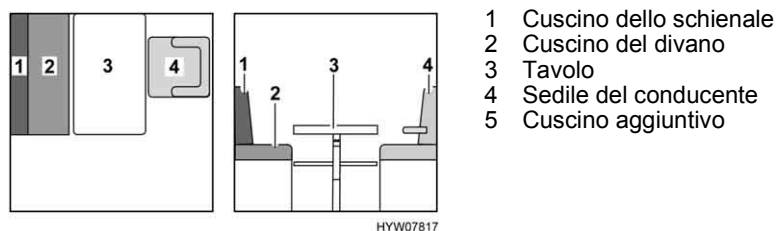

Fig. 117 Prima della trasformazione
- Ruotare il sedile del conducente (Fig. 117,4) e spostarlo completamente in avanti.
- Trasformare il tavolo (Fig. 117,3) in struttura di supporto letto (vedi paragrafo 6.7).